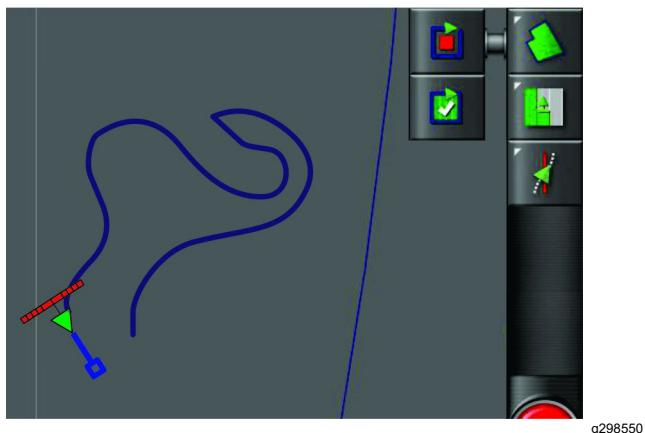

Figura 44
- Quando vi trovate vicino al punto di inizio del confine del campo, fermate la macchina (Figura 44).